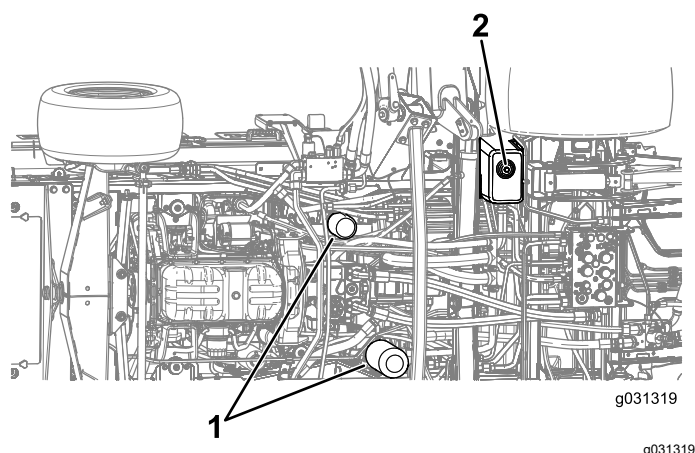

Figura 101
4. Retire el tapón de vaciado de la parte inferior del depósito y deje que se drene el fluido hidráulico al recipiente (Figura 101).
3. Coloque un recipiente debajo del filtro y retire el filtro (Figura 101).